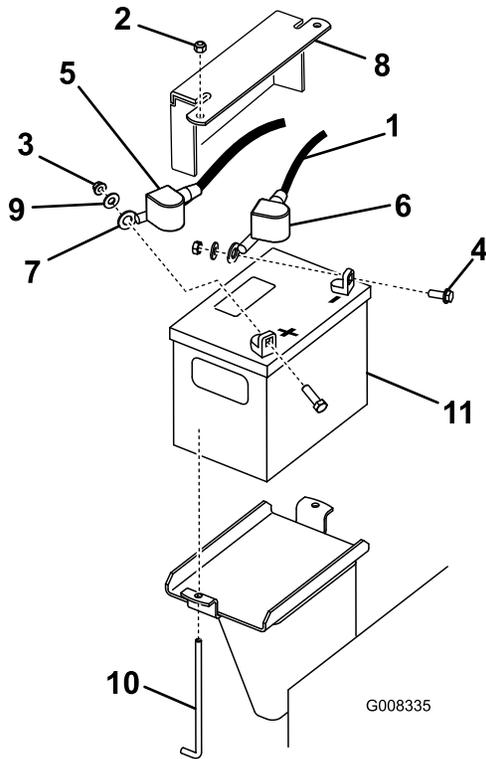

Bild 50
3. Nehmen Sie die Gummiabdeckung vom Minuskabel ab. Klemmen Sie zunächst das Minuskabel vom Minuspol (-) der Batterie ab (Bild 50).
4. Ziehen Sie die rote Polkappe vom (roten) Pluspol der Batterie ab. Ziehen Sie dann das (rote) Pluskabel ab (Bild 50).
5. Entfernen Sie die Niederhalteplatte, die J-Schrauben und Sicherungsmuttern, mit denen die Batterie befestigt ist (Bild 50). Entfernen Sie die Batterie.
1. Schließen Sie das Pluskabel (Rot) der Batterie mit den vorher entfernten Befestigungen am Pluspol (+) der Batterie an (Bild 50).
3. Schließen Sie das Minuskabel (Schwarz) der Batterie mit den vorher entfernten Befestigungen am Minuspol (-) der Batterie an (Bild 50).
4. Befestigen Sie die Batterie mit der Stange und den Flügelmuttern (Bild 50).